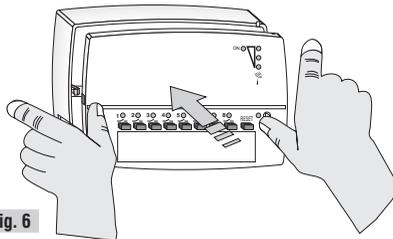

Fig. 6
- Richiudere con attenzione il ricevitore (fig. 6 - fig. 7).